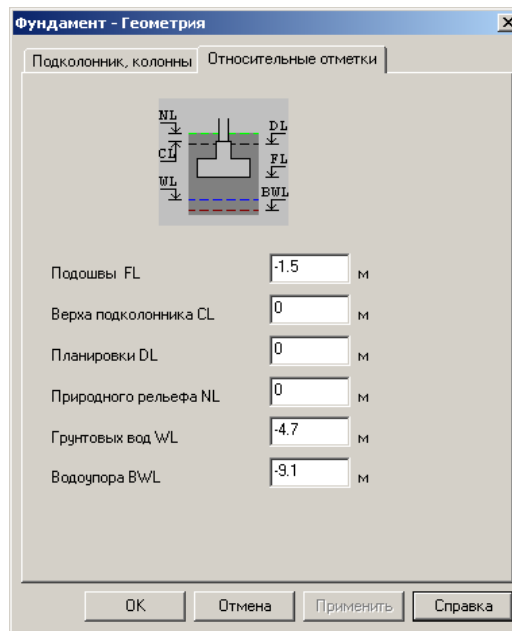

Рис.8.2.5. Окно диалога **Фундамент – Геометрия** (закладка **Относительные отметки**)
- щелкните на закладке **Относительные отметки** (рис. 8.2.5);